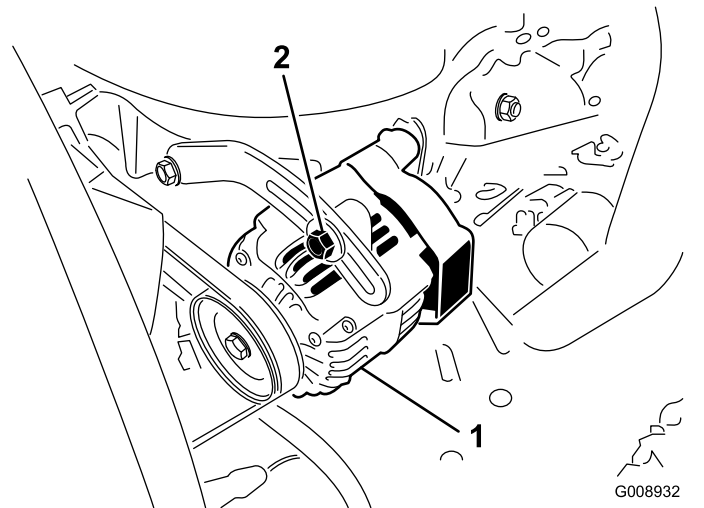

Bild 84
- Lockern Sie bei einer Durchbiegung von mehr oder weniger als 10 mm die Befestigungsschrauben der Lichtmaschine (**Bild 84**).